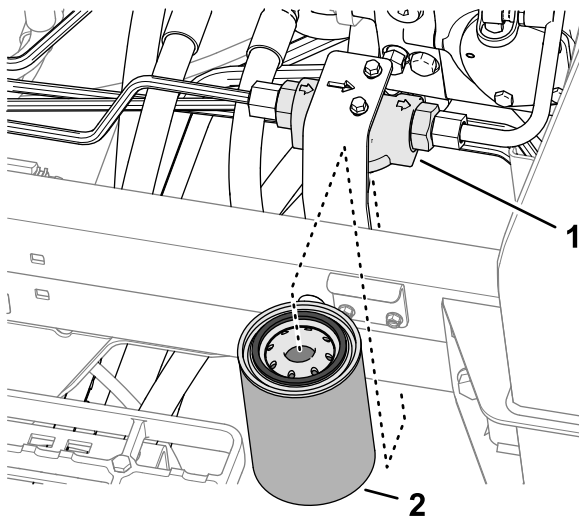

Figura 114
3. En el lado izquierdo de la máquina, coloque un recipiente de vaciado debajo del filtro hidráulico (Figura 114).